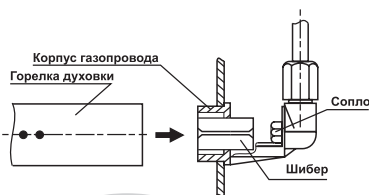

Рис.17
Установка шибера для работы на другом виде (давлении) газа (рис.17, 17а, 17б)
- удалите шибер из корпуса газопровода (рис. 17б);
Рис.17а
Рис.17б